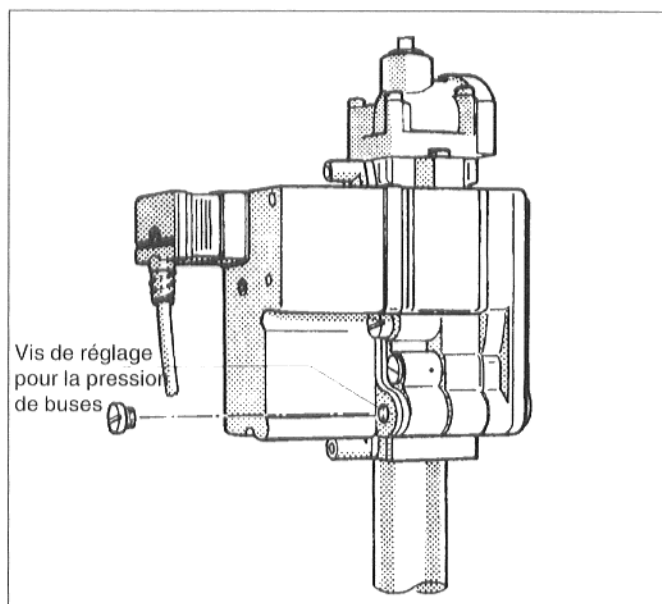

Fig. 32: Bloc de sécurité gaz "BM" 762-012
Corriger la pression aux buses en tournant la vis de réglage dans le sens positif ou négatif (fig. 32 ou 32a).
- Percer un trou dans le tuyau d'évacuation des fumées, à une distance d'environ $2 \times \varnothing AA$ en aval du coupe-tirage, sur le côté opposé à la chaudière (fig. 32).